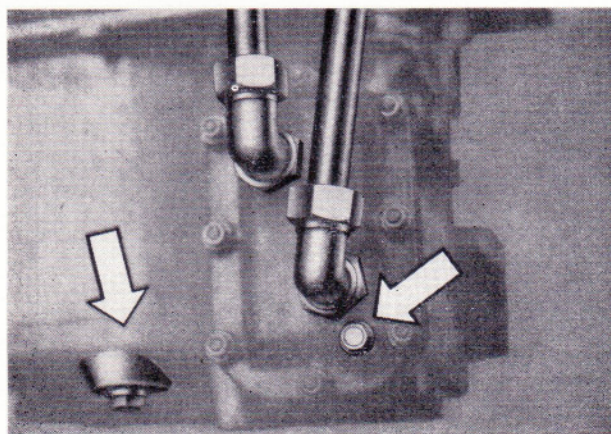

Bild 20
- Bei Motoren mit Röhrenbündelwärmetauscher an der Ölwanne und am Röhrenbündelwärmetauscher (Bild 20).